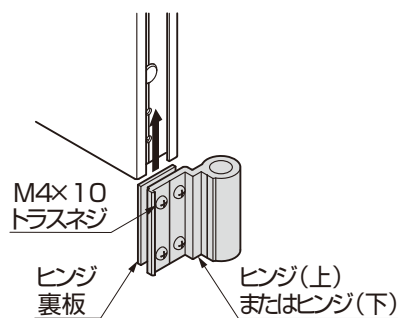

図6-1
- あらかじめヒンジに、ヒンジ裏板を仮組みした状態で吊元枠にスライドさせると簡単です。(図6-1参照)